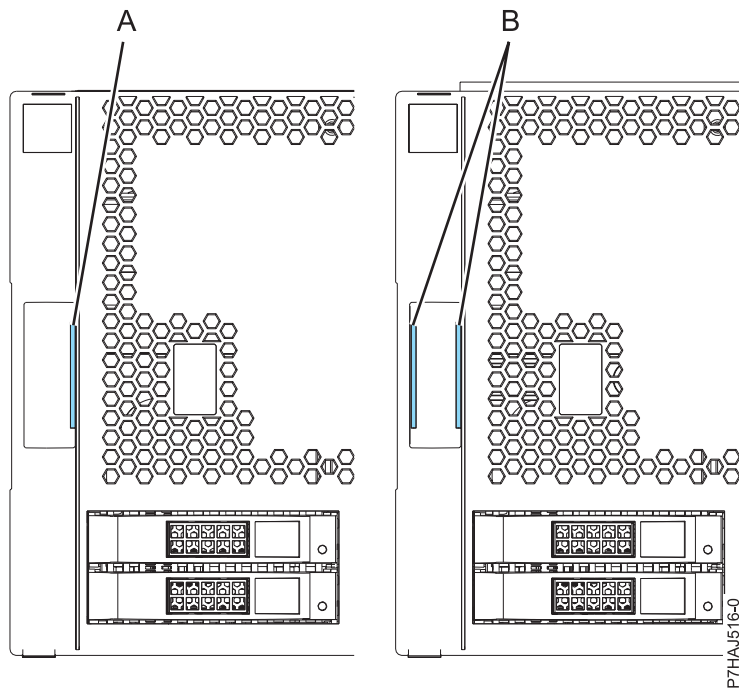

Figure 97. Identification des capots anciens et nouveaux
**Remarque :** Les anciens capots (expédiés avant le 1er mars 2011) sont reconnaissables à la bande bleue unique (A) située sur les taquets du capot. Les nouveaux capots possèdent deux bandes bleues (B). Voir figure 97, à la page 127.